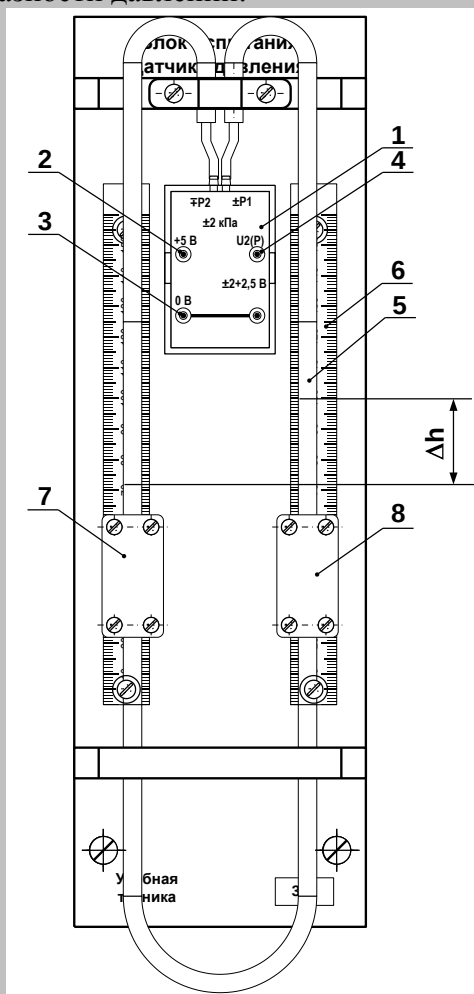

Рис. 2.4.1. Блок испытания датчика давления.
Перемещением зажимов (7 и 8, рис. 2.4.1) задается разность высот уровней жидкости в трубках манометра Δh . Разность высот в 1 мм (1 мм водяного столба) соответствует давлению в 9,8 Па (Паскалей). Для получения разности давлений в 1 кПа необходима разность уровней воды $1000/9,8=102$ мм. При номинальной чувствительности датчика 1В/кПа разности уровней 102 мм будет соответствовать отклонение выходного напряжения на $\pm 1,02$ В от среднего значения напряжения 2,5 В (при напряжении питания 5 В).
На гнезда питания датчика давления (2,3, рис. 2.4.1) подается постоянное напряжение +5 В от источника питания в блоке электронагревателя А7 (394.2). Напряжение на выходе датчика (4, рис. 2.4.1) измеряется одним из мультиметров блока А9 (509.3).
- Передвигая зажимы трубок манометра вдоль линеек, установите несколько значений разности уровней воды в пределах 0...110 мм и измерьте выходное напряжение датчика давления. Когда уровень воды в левой (по рис. 2.4.1) трубке выше уровня воды в правой напряжение на выходе датчика превышает 2,5 В (положительная разность давлений). Если уровень воды в левой трубке ниже уровня в правой – разность давлений отрицательна и напряжение на выходе датчика ниже 2,5 В.